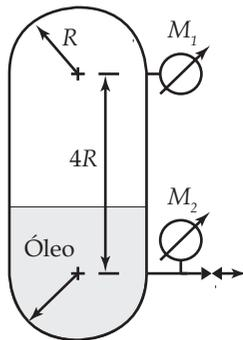

Figura Ep1.40
**Ep1.40** O tanque cilíndrico da Figura Ep1.40, com raio igual a 0,6 m, contém óleo com massa específica igual a 810 kg/m3. Em um determinado instante, a pressão lida pelo manômetro  $M_1$  é igual a 220 kPa e a pressão lida pelo manômetro  $M_2$  é igual a 230 kPa. Nessa condição, a válvula é aberta, permitindo que o óleo seja lentamente descarregado do tanque, sendo que a válvula é fechada quando a pressão lida pelo manômetro  $M_2$  é reduzida a 150 kPa. Considerando que o processo é isotérmico, pede-se para determinar a massa de óleo descarregada. Considere que a pressão atmosférica local é igual a 95 kPa.